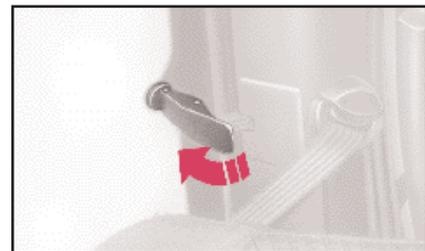

fig. 64
1) Déplacer le levier ainsi que l'indique la (fig. 64).